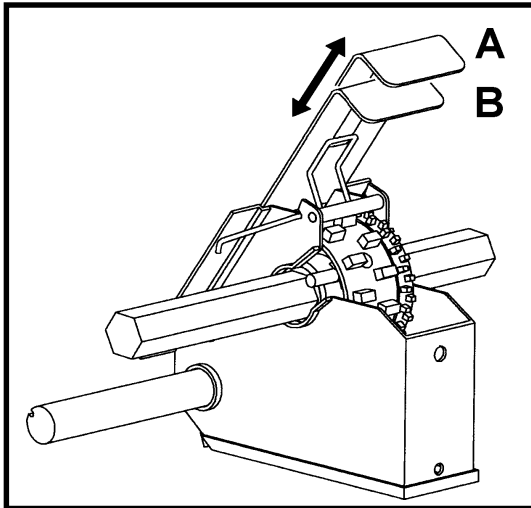

fig. 5
- 6) Placer les PLETINES DE FERMETURE de tous les distributeurs (fig. 5) dans la position recommandée selon le type semence à semer, en accord avec le tableau de la pag. 19